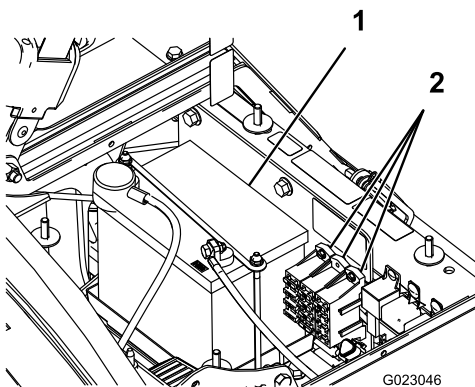

Figura 48
Există 2 blocuri de siguranțe și 1 slot gol în sistemul electric. Acestea sunt situate sub scaun (Figura 48).
2. Bateria este situată în partea dreaptă a mainii, în spatele pompei (Figura 48).
5. Scoateți opritorul bateriei și elementele de fixare (Figura 48).
2. Montai opritorul bateriei i fixai-l cu elementele de fixare pe care le-ai îndepărtat anterior (Figura 48).
4. Montai capacul Baterie i fixai-l cu cele 2 butoane (Figura 48).
1. Slăbii cele 2 butoane de pe laturile carcasei bateriei i îndepărtai capacul bateriei (Figura 48).